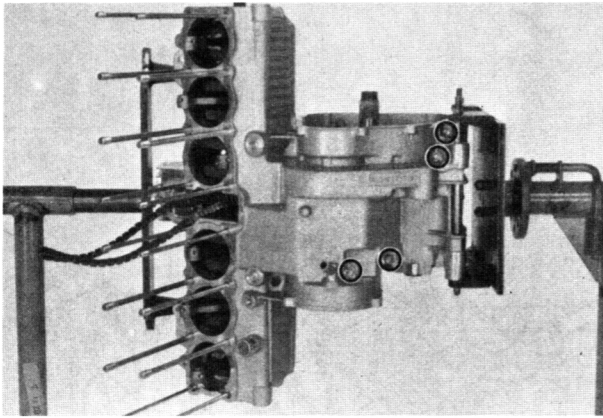

Bild 75
- Die oberen Kurbelgehäusebolzen entfernen (Bild 75).